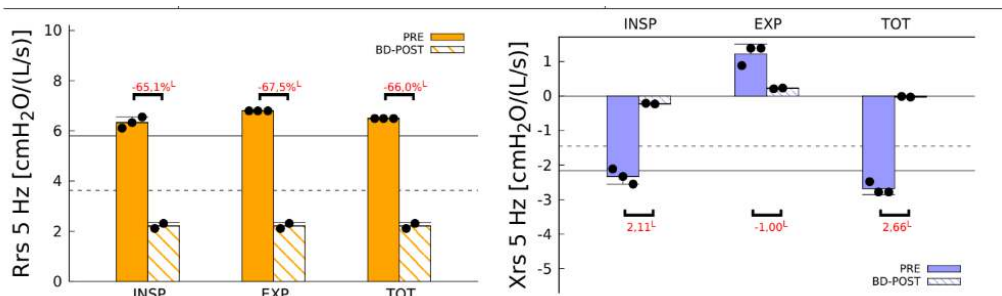

Figura 6o - Barre di resistenza e reattanza
- Le barre nel grafico a sinistra del grafico della Figura 6o indicano la media e la deviazione standard della Resistenza media (INSPIratory, EXPIratory e TOTAl), calcolata dalle misure selezionate all'interno della sessione (vedasi la sezione ESEGUIRE UNA NUOVA SESSIONE DI MISURE). Le barre nel grafico a destra indicano la media e la deviazione standard della reattanza media (INSPIratory, EXPIratory e TOTAl) calcolata dalle misure selezionate in una data sessione (vedasi la sezione ESEGUIRE UNA NUOVA SESSIONE DI MISURE). I punti su ogni barra indicano i valori puntuali dei parametri FOT di ogni misura della sessione.